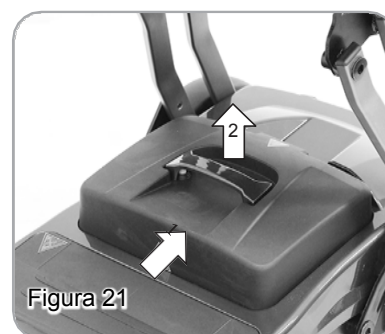

Figura 21
- La caja de la batería está diseñada para una mejor estabilidad. Siga las instrucciones para desmontar la caja de la batería (Figura 21). Empuje la batería hacia atrás (1.) y tire de ella hacia arriba (2.).